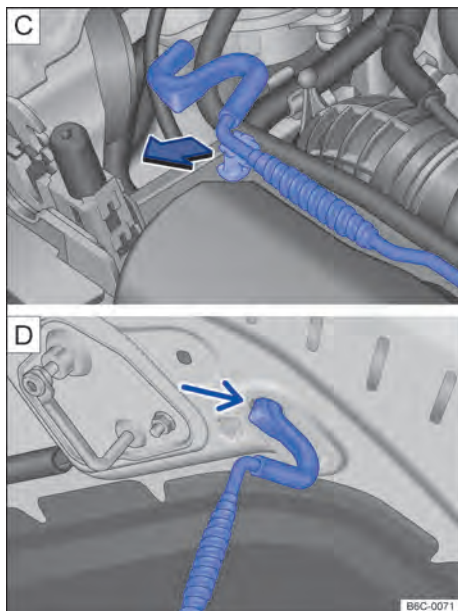

Fig. 151 [C] Haste de sustentação da tampa do compartimento do motor. [D] Tampa do compartimento do motor apoiada na haste de sustentação.
- Retirar a haste de sustentação do suporte no sentido da seta → Fig. 151 [C] e posicioná-la na abertura na tampa do compartimento do motor → Fig. 151 [D].
- Retirar a haste de sustentação do furo → Fig. 151 [D] e encaixá-la no suporte do fecho → Fig. 151 [C].